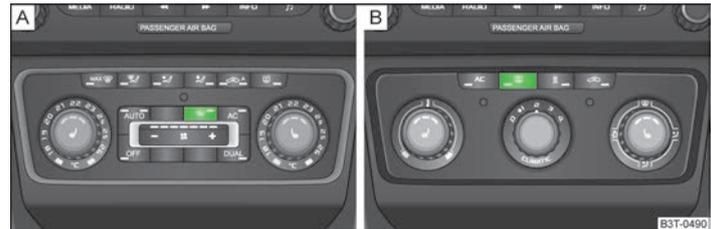

Abb. 43 Schalter für Frontscheibenbeheizung / Schalter für Heckscheibenbeheizung
- › Die Frontscheibenbeheizung wird durch Drücken des Schalters **A** » Abb. 43 - **A** ein- bzw. ausgeschaltet - die Kontrollleuchte im Schalter leuchtet bzw. erlischt.
- › Die Heckscheibenbeheizung wird durch Drücken des Schalters **B** » Abb. 43 - **B** ein- bzw. ausgeschaltet - die Kontrollleuchte im Schalter leuchtet bzw. erlischt.